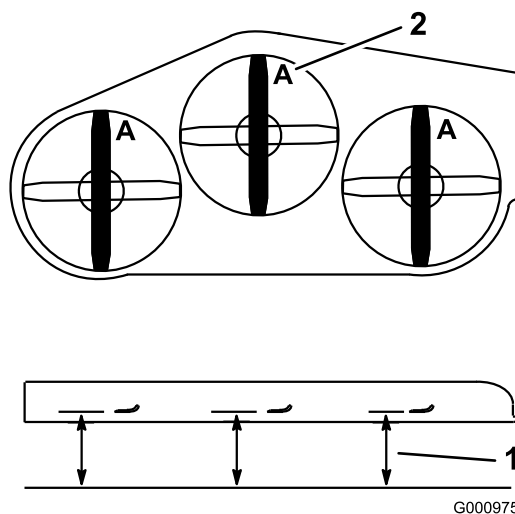

Figure 94
2. Mesurez la distance entre la surface plane et le tranchant (position **A**) des lames (Figure 94).